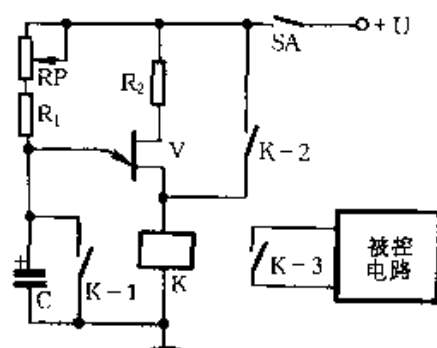

图 2-253
② 单结晶体管可以用作延时电路。图 2-253 所示为延时接通开关电路。电源开关 SA 接通后,继电器 K 并不立即吸合。这时电源经 RP 和 R_1 向 C 充电,直到 C 上所充电压达到峰点电压 U_p 时,单结晶体管 V 导通,K 才吸合。接点 K-1 和 K-2 使 K 保持吸合状态。调节 RP 可改变延时时间。